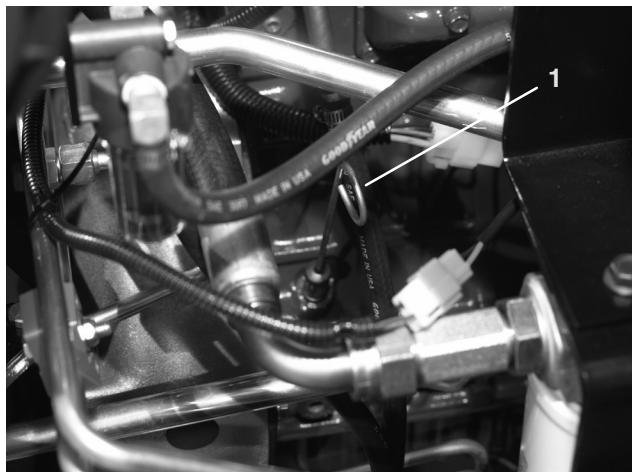

Figure 13
2. Sortez la jauge (Fig. 13), essuyez-la sur un chiffon propre et remettez-la en place. Ressortez la jauge et vérifiez le niveau d'huile : le liquide doit atteindre le repère maximum (FULL) sur la jauge.